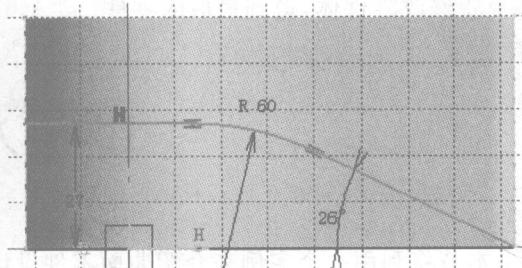

图 1-18 创建 Sketch. 2(草图 2)
④选取 XY 平面,单击 Sketcher 按钮,可进入 Sketcher 工作台,在该工作台中建立草图,如图 1-18 所示。完成后单击 Exit workbench 按钮可退出草图工作台。
⑤单击 Wireframe 工具栏中的 Projection(投影)按钮,则弹出 Projection Definition(投影定义)对话框,在其中的 Projection type(投影类型)下拉列表框中选择 Along a direction(沿一个方向),选取 Sketch. 2 作为投影对象填入 Projected(投影)文本中,选取 Extrude. 1 作为支撑曲面填入 Support(支撑)文本框中,选取 XY 平面作为投影方向填入 Di-